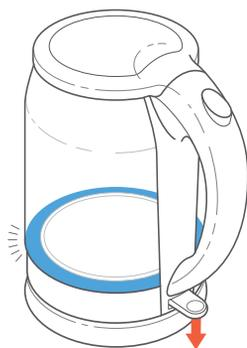

Figure 2.3
4. Appuyez sur **l'interrupteur Marche/Arrêt**. Le témoin lumineux bleu s'allume. [Figure 2.3]